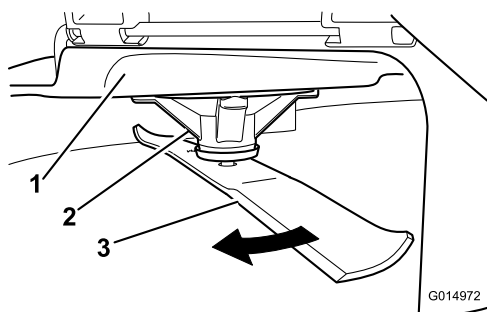

Figura 66
2. Indossando guanti dalla spessa imbottitura o altre protezioni idonee per le mani, ruotare lentamente la lama in una posizione che consenta di misurare la distanza tra il bordo di taglio e la superficie piana su cui si trova la macchina (Figura 66).